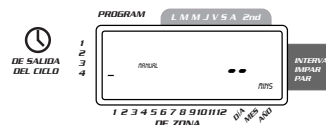

**FIGURA 12: Riego manual ya sea en el programa A o en el B únicamente**
- Para activar cada una de las estaciones asignadas periodos de riego para el programa A únicamente, oprima la tecla **MANUAL**, seguida por la tecla **SIGUIENTE**. Esto activará las estaciones con periodos de riego asignados únicamente en el programa A. Para iniciar el riego semiautomático, oprima **ENTRADA** [Vea la figura 12].